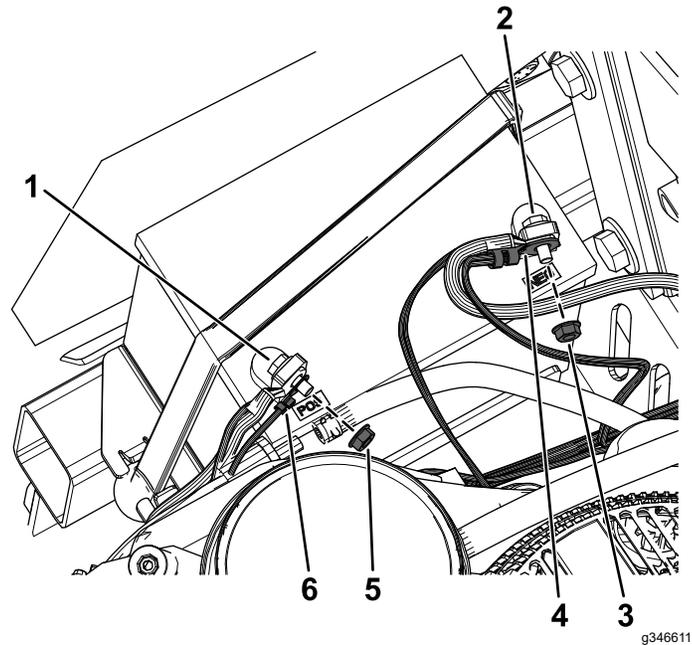

Figura 18
5. Retire la tuerca del borne positivo de la batería e instale el terminal de anillo positivo del arnés de cables del kit en el perno (Figura 18).
6. Sujete el terminal de anillo positivo usando la tuerca que retiró anteriormente (Figura 18).
8. Retire la tuerca del borne negativo de la batería e instale el terminal de anillo negativo del arnés de cables del kit en el perno (Figura 18).
9. Sujete el terminal de anillo negativo usando la tuerca que retiró anteriormente (Figura 18).